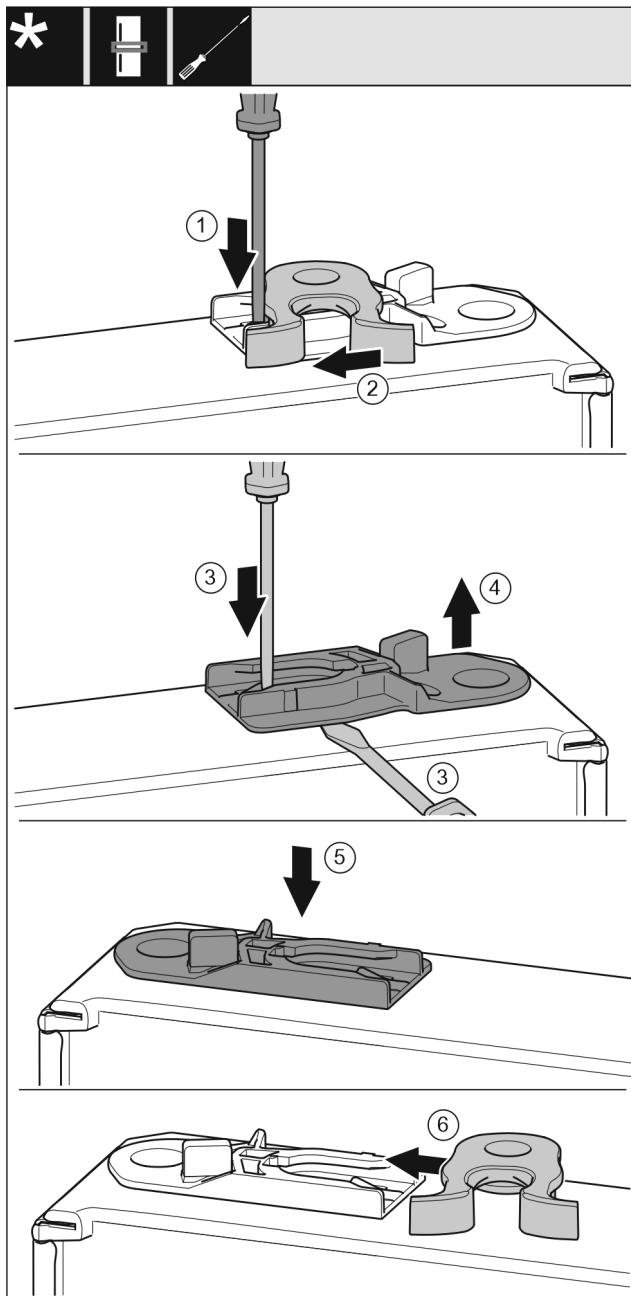

Fig. 17
- Tryck ner flärpen med en spårskruvmejsel. Fig. 17 (1)
- Dra ut låsbygeln ur fästet. Fig. 17 (2)
- Dra ut styrhylsan: Tryck in fliken med spårskruvmejseln och stick samtidigt in skruvmejseln under styrhylsan. Fig. 17 (3, 4)
- Skjut in styrhylsan som medföljer leveransen på andra sidan skåpet. Fig. 17 (5)
- Skjut in låsbygeln i fästet. Fig. 17 (6)